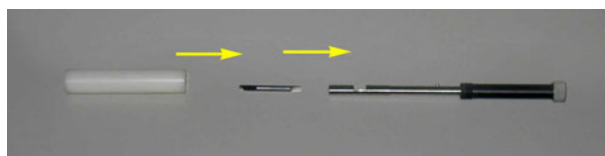

FIG 1-33
3. Mantenendo sempre fermo il puntale con una mano regolare la profondità della lama sempre ruotando in senso orario la parte superiore del porta-lama finché non si vede la punta della lama sporgere in mezzo ai cuscinetti del guida-lama (vedere Fig. 1-33).